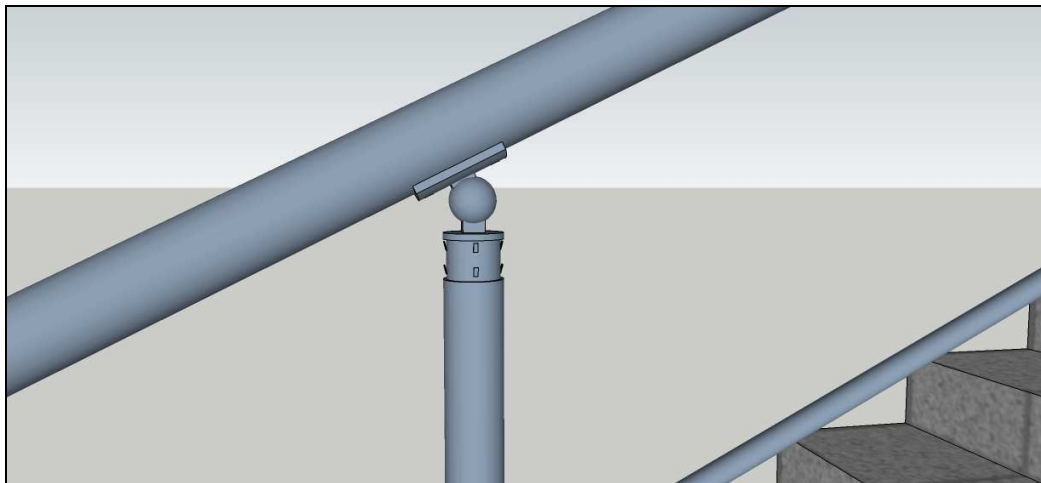

Рис.11
9. Берем крепление поручня 50,8 к стойке 38мм (КС-38/50), вставляем его в наши стойки и прикладываем к ним предварительно отрезанную трубу 50,8мм (ТНЗ-50), которая идет на поручень (рис.11). Маркером ставим метки на стойке и крепление поручня в одну линию.